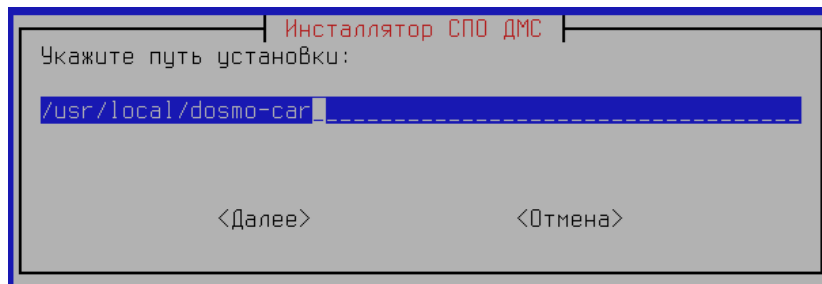

Рисунок 14 — Выбор каталога установки
1) На этом шаге выбирается каталог для установки. Рекомендуется оставить каталог по умолчанию (Рисунок 14).